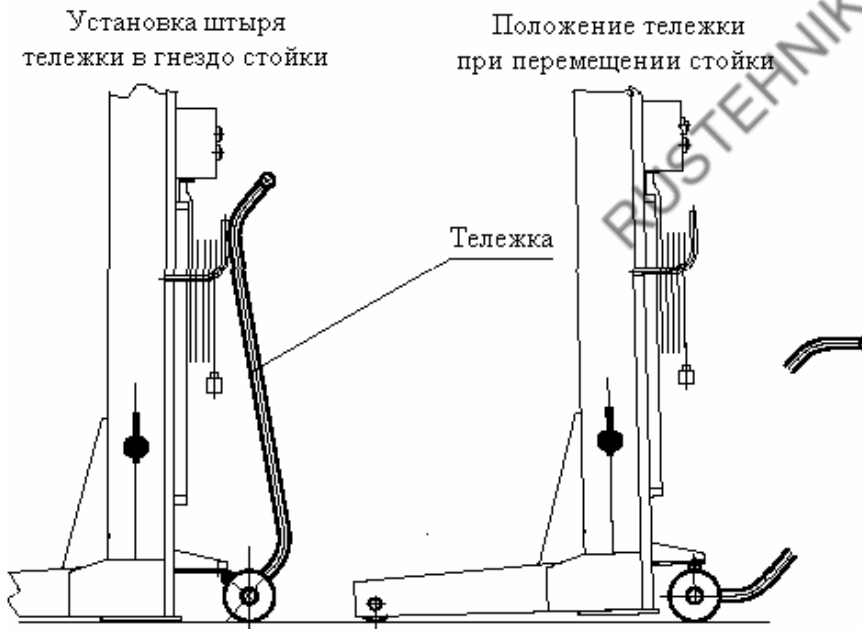

Рис. 5. Перемещение стойки при помощи тележки
7.1.1. При помощи тележки подкатить каждую стойку подъемника подхватами под штатные опорные места троллейбуса (трамвая, автобуса). Для перемещения стойки подкатить тележку к стойке и, зацепив ее, приподнять (см.Рис.5). Убрать тележку.